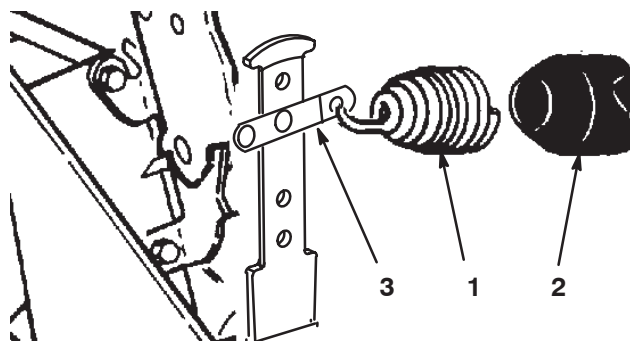

Figure 17
6. Sur les bras d'équilibrage, posez le couvercle en vinyle sur le ressort avant d'accrocher l'autre extrémité du ressort à la jumelle dans le deuxième trou en partant du haut (Fig. 17).